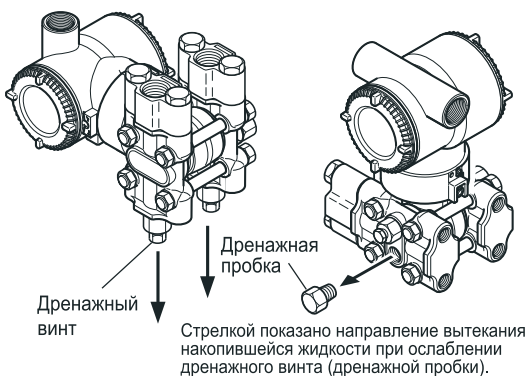

Рисунок 7.5 Дренирование датчика
- 1) Постепенно выверните дренажный винт или дренажную пробку и удалите жидкость, скопившуюся в отсеке детектора давления датчика (см. Рис. 7.5.).